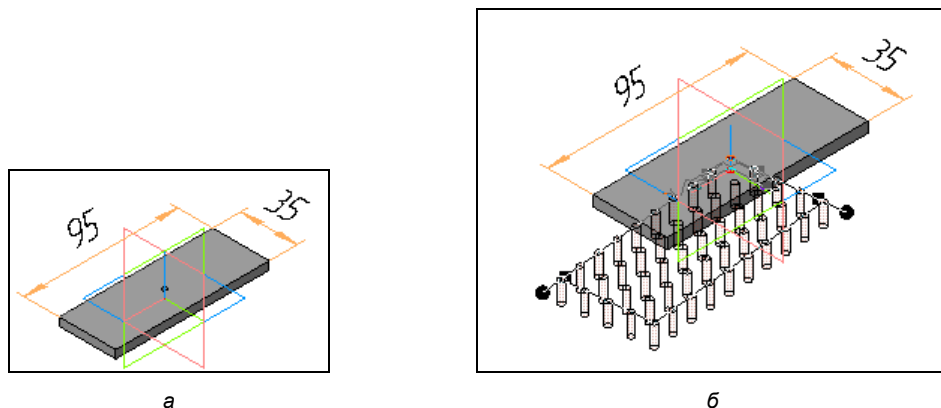

Рис. 5.2. Модель (а) и фантом массива (б)
Для создания массива отверстий по сетке создайте модель пластины с отверстием, как на рис. 5.2, а.
- ◆ на рис. 5.2, б вы видите фантом массива. Первое отверстие — базовое. Оно является копируемым объектом. Изменим положение массива относительно базового, задав ему нужный номер. Для этого: